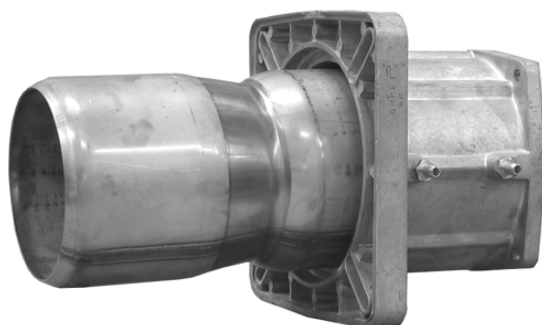

Fig. 6 - Tobera en versión corta
- 3 Extraer los 4 tornillos que fijan la tobera al botón (Fig. 6).
- 4 Extraer la tobera del botón embridado y volverla a montar por el lado opuesto, como se muestra en Fig. 6 y Fig. 7, fijándola con los tornillos extraídos anteriormente (Fig. 8).